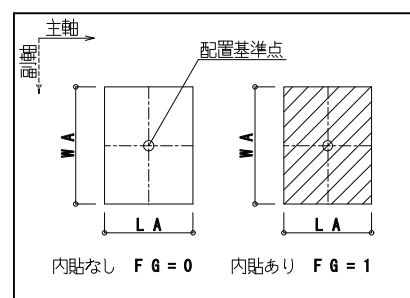

図3
- 2) 接続点が存在しない「ボックス」「チャンバー」「その他の部材」については、部材の中心を配置基準点とする。（図3参照）